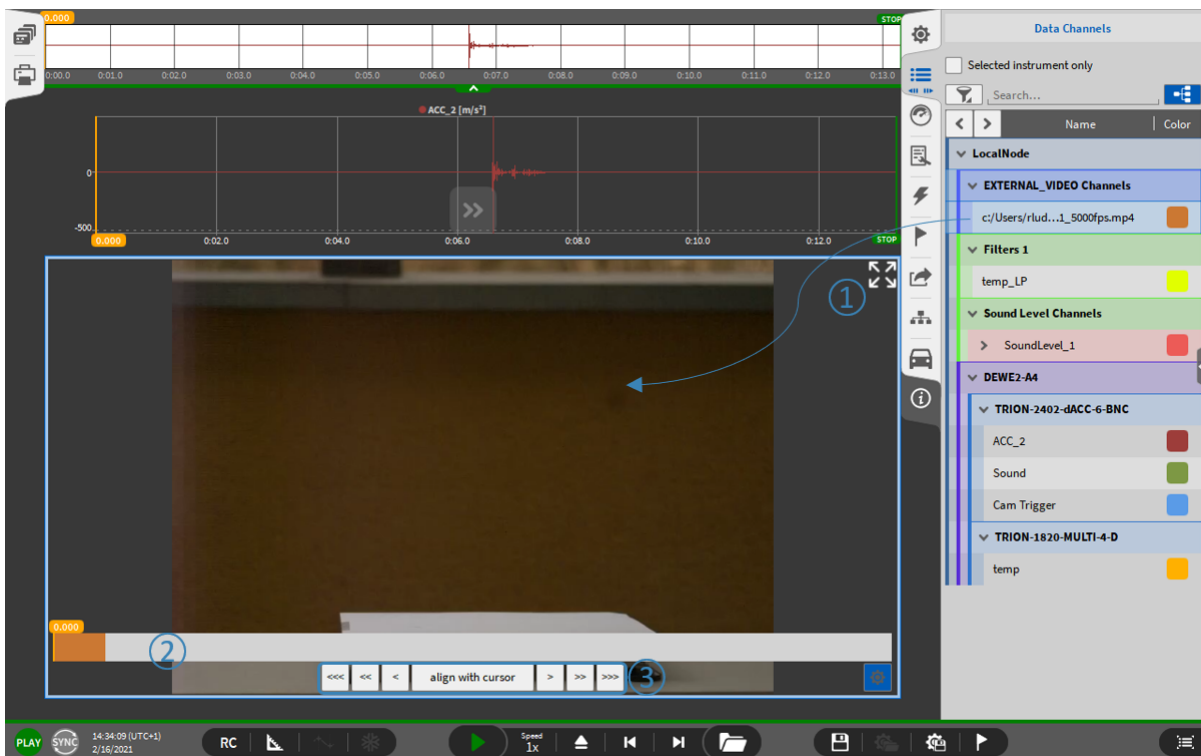

Abb. 7.156: Manuelle Verzögerungskompensation zwischen Video- und Sensordaten
1. Gehen Sie zum Messbildschirm und ziehen Sie den externen Videokanal auf den Messbildschirm ab (siehe ① in Abb. 7.156). Dadurch wird ein Videoinstrument mit dem entsprechenden Video erstellt.
- Die Zeitleiste zeigt die tatsächliche Position des Videos in der OXYGEN-Datendatei (siehe ② in Abb. 7.156)
2. Die Tasten (siehe ③ in Abb. 7.156) können verwendet werden, um die Position des Videos in der Datendatei zu ändern